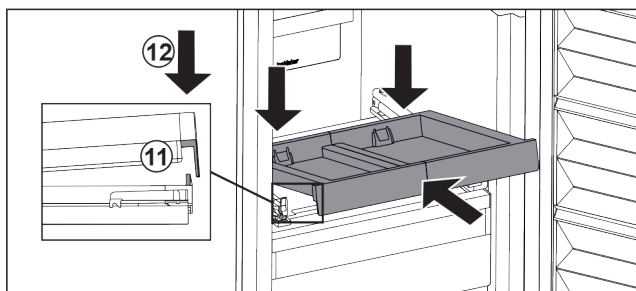

Fig. 195
- ▶ Vstavite jo v poševnem položaju. Pazite, da je nastavek na obeh straneh za jezičkom. Fig. 195 (11)
- ▶ Izvlečno polico odložite spredaj. Fig. 195 (12)